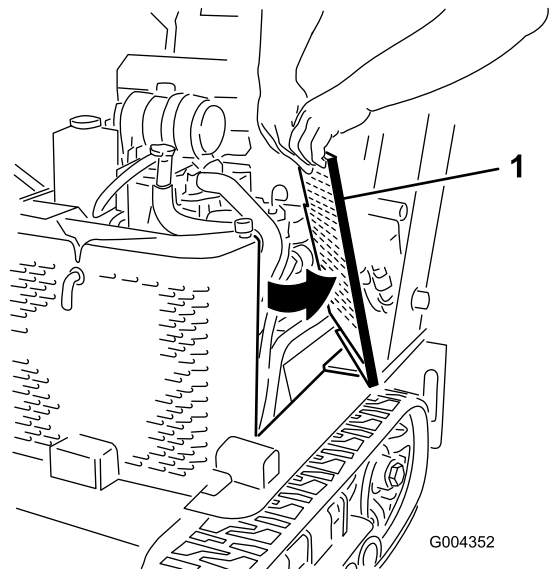

Рисунок 33
2. Сдвиньте вверх боковые решетки (Рисунок 33) и извлеките их из пазов решетки радиатора и рамы.